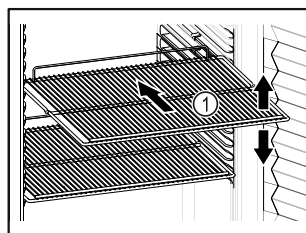

Fig. 38
- ❑ Ако стелажите за съхранение Fig. 38 (1) могат да се местят, регулирайте ги според височината.